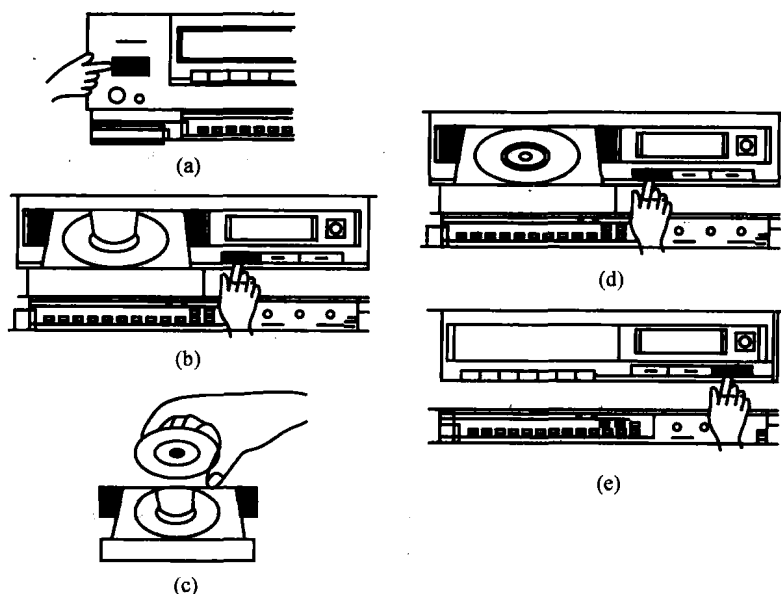

图 1.7 VCD 的一般操作方法
VCD 播放机的一般操作方法如图 1.7 所示,操作步骤如下:
1. 按电源开关键,接通电源,等待显示屏显示,表明机器处于待命状态后方可进行下一步操作,如图 1.7(a)所示。例如,机器面板显示屏显示[12:58:45],表示机内盘片有 12 首歌曲,播放时间总共约 58 min45 s。
2. 按盘仓开关键,打开仓门,托架送出,此时显示屏上显示[OPEN]字样,如图 1.7(b)所示。
3. 装入新的光盘,放盘片时应将其放在托盘的中央,盘片上有文字的一面向上,如图 1.7(c)所示。
4. 再次按动盘仓开关键,托架连同光盘缩回机内,仓门关闭;稍过一会儿,显示屏显示光盘的播放数据,并处于待命状态,如图 1.7(d)所示。
5. 按播放键(PLAY),开始播放,如图 1.7(e)所示。